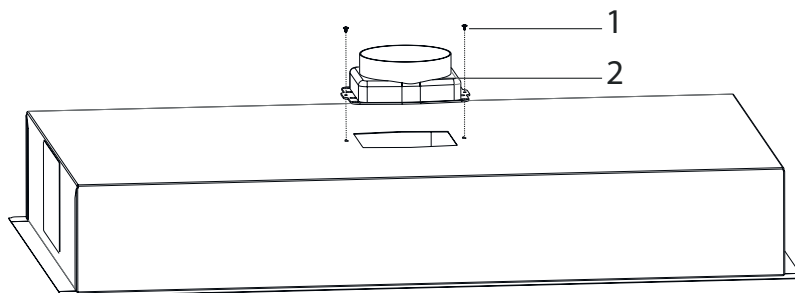

Fig. 8
4. ► Sätt fast utsugsstosen på ovansidan av fläkten och fäst den med 2 X 3.5X9.5 skruvar (Fig. 8).